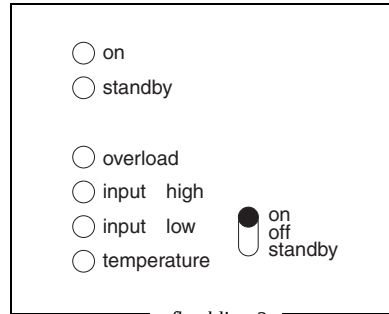

afbeelding 1.
Voor installatie van apparatuur aan de 230 Volt uitgang is een schroefvedraaier (nr. 1) nodig. De aansluitpunten zijn links op de voorzijde van de omvormer printplaat geplaatst. (zie afbeelding 1, pagina 50).
De aarde-draad van het stroomnet wordt verbonden met de aarde (PE) van het 230 Volt aansluitblok (zie afbeelding 1, pagina 50). Deze verbinding is alleen functioneel wanneer de behuizing met de aarde verbonden is.
Op de printplaat bevindt zich het klemmenblok. De 230 Volt apparaten worden met een drie-aderige kabel op de Atlas omvormer aangesloten (zie afbeelding 1, pagina 50).
De aansluitingen voor de 12 Volt_{DC}-, 24 Volt_{DC}- of 48 Volt_{DC}-ingang bevinden zich rechts aan de onderzijde van de printplaat, zie afbeelding 1, pagina 50.
De accukabels zijn beveiligd door zekeringen welke gepositioneerd zijn in de behuizing van de omvormer (zie afbeelding 1).